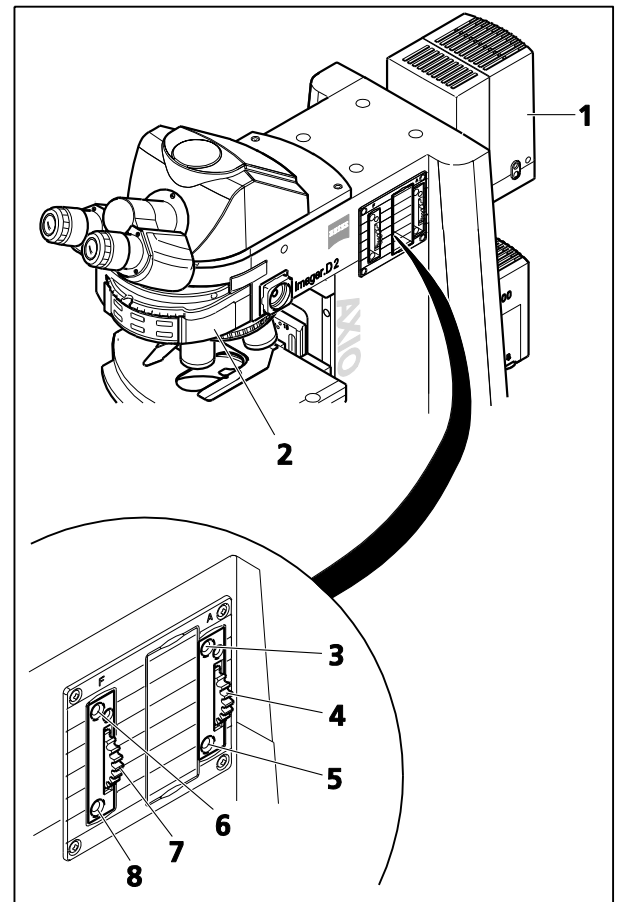

Fig. 211 Composants à épifluorescence sur l'Axio Imager 2
- Allumer la lampe à arc court à vapeur de mercure HBO 100 (Fig. 211/1) et la laisser chauffer jusqu'à ce qu'elle atteigne sa température de fonctionnement pendant environ 15 minutes.
- Sur la tourelle porte-rélecteurs (Fig. 211/2), sélectionner le module de réflecteur FL P&C contenant la combinaison de filtre de fluorescence souhaitée (en fonction du type d'excitation souhaité) et le faire pivoter vers l'intérieur.
- Retirer un oculaire du tube et régler le diaphragme d'ouverture à l'œil nu. Pour ce faire, ouvrir le diaphragme (Fig. 211/4) jusqu'à ce qu'il libère la pupille de sortie complète de l'objectif. Si nécessaire, centrer le diaphragme sur la pupille de sortie à l'aide des deux vis de centrage (Fig. 211/3 et 5).
- Réinsérer l'oculaire dans le tube et fermer le diaphragme de champ lumineux (Fig. 211/7) jusqu'à ce qu'il soit visible dans le champ d'observation.
- Utiliser les deux vis de centrage (Fig. 211/6 et 8) pour centrer le diaphragme de champ lumineux sur le bord du champ d'observation.